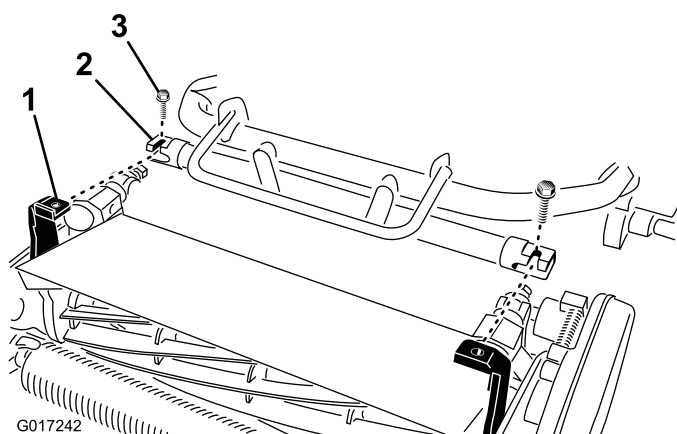

Figura 6
- Manobre a estrutura da unidade de tracção (Figura 6) para a frente até engatar nos braços articulados da unidade de corte.
- Fixe a estrutura da unidade de tracção aos braços articulados da unidade de corte com 2 parafusos 3/8 x 3/4 pol. (Figura 6)